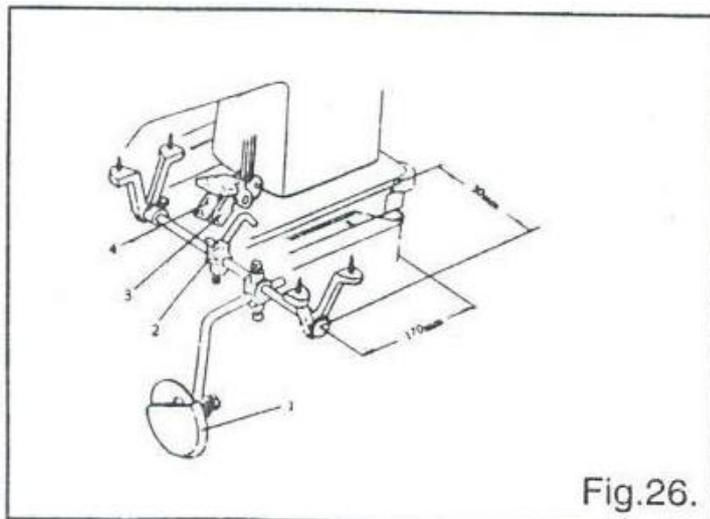

Fig.26.
22. Установка коленоподъемника (Рис. 26) (20123/230/33/43/143, 457A/B/O)